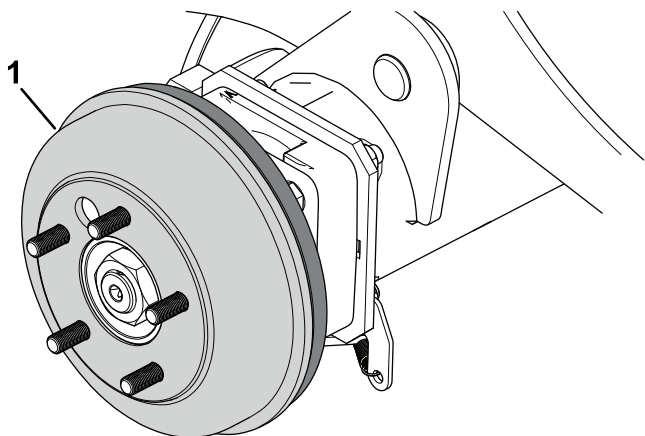

Figure 70
4. Déposez les tambours de frein (Figure 70) à la main.